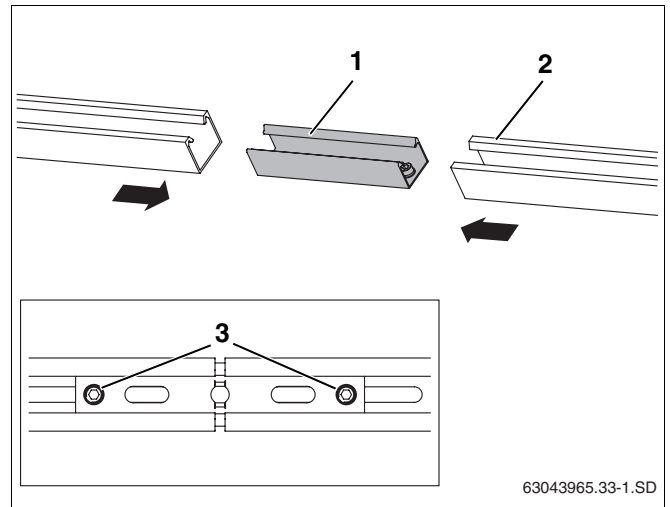

Fig. 31 Ligar os perfis
- ▶ Introduzir o ligador de encaixe (fig. 31, **item 1**) até ao batente nos dois perfis (fig. 31, **item 2**).
- ▶ Para fixar os dois pernos roscados M10 pré-montados (fig. 31, **item 3**) no ligador de encaixe, apertar com a chave SW5.